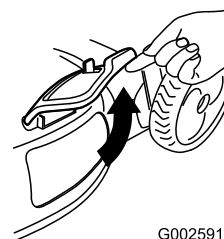

Figure 23
2. Soulevez et ouvrez le volet d'éjection latérale (Figure 23).